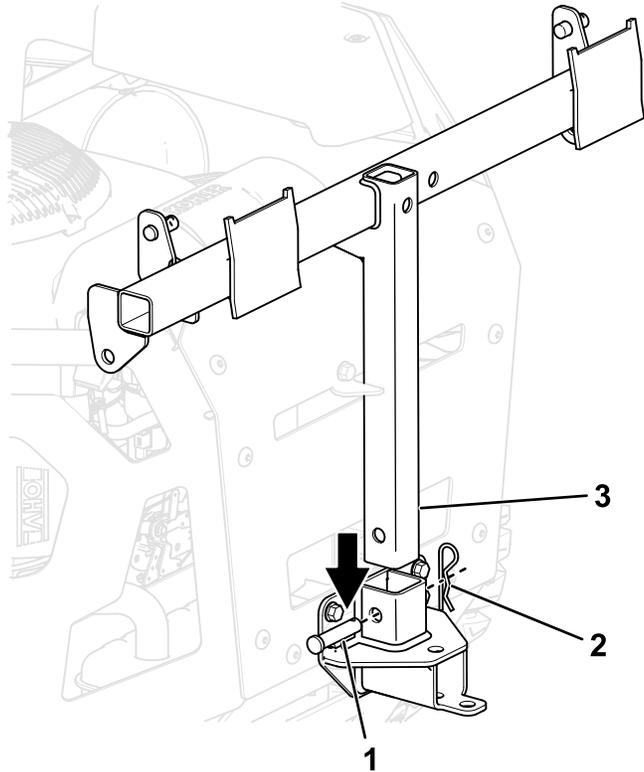

Рисунок 8
- Установите раму травосборника на монтажный кронштейн травосборника, используя шплинтуемый штифт и игольчатый шплинт (Рисунок 8).